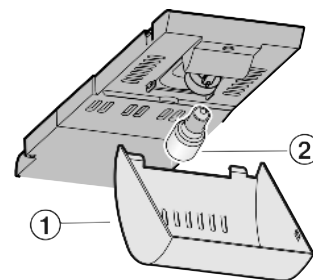

Fig. 15
- ▶ Возьмитесь за крышку *Fig. 15 (1)* спереди и снимите с крючка сзади.
- ▶ Лампу накаливания *Fig. 15 (2)* заменить.
- ▶ Снова наденьте крышку *Fig. 15 (1)*.